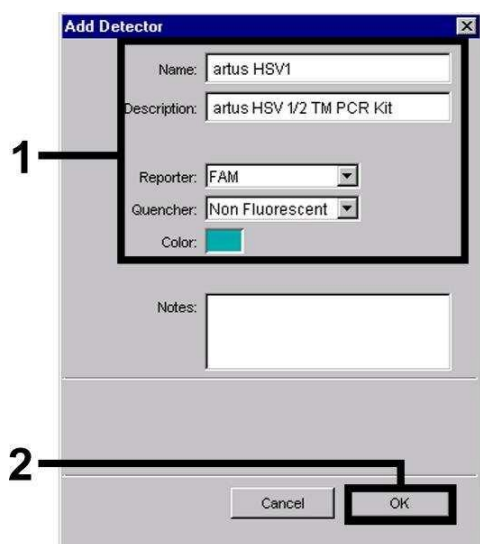
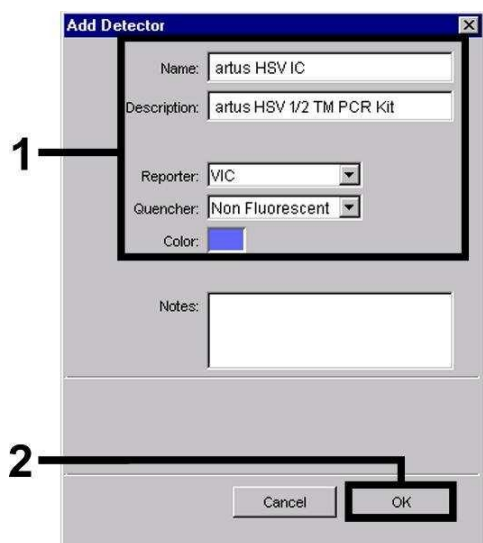
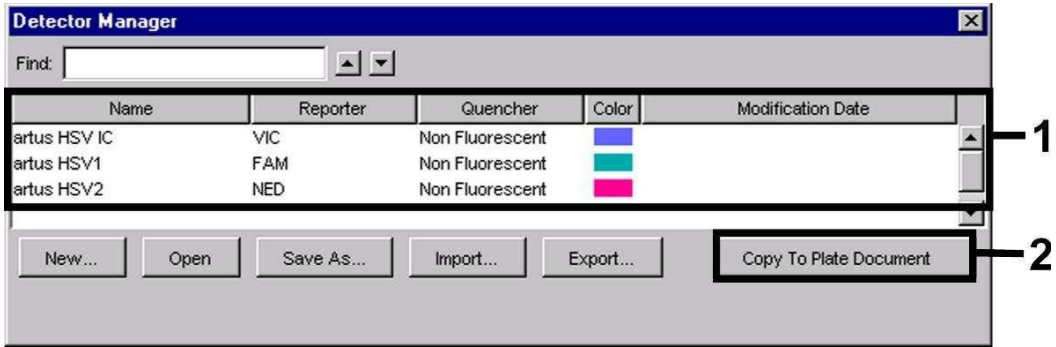

Fig. 12: Framtagning av HSV-1 specifik detektor (*Detector Manager*).
Fig. 14: Framtagning av
Fig. 15: Val av detektorer (*Detector Manager*).
I det fönster som nu visas definierar du (enligt Fig. 12 - Fig. 14) för detektion av HSV-1-DNA resp. HSV-2-DNA Reporter/Quencher-kombinationen **FAM/Non Fluorescent** resp. **NED/Non Fluorescent**, för detektion av *Internkontroll* väljer du kombinationen **VIC/Non Fluorescent**. Genom att bekräfta uppgifterna (OK) kommer du tillbaka till *Detector Manager*. Markera de framtagna detektorerna och för över varje urval till *Setup*-planet (se Fig. 15) genom att klicka på alternativet *Copy to Plate Document*. Stäng fönstret (*Done*).